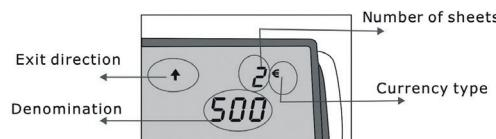

Fig.3
- Per visualizzare il rapporto dei rilevamenti effettuati, premere il tasto direzionale e il tasto di rilevamento. Premere lo stesso pulsante per visualizzare ogni rilevamento effettuato (fig. 3)